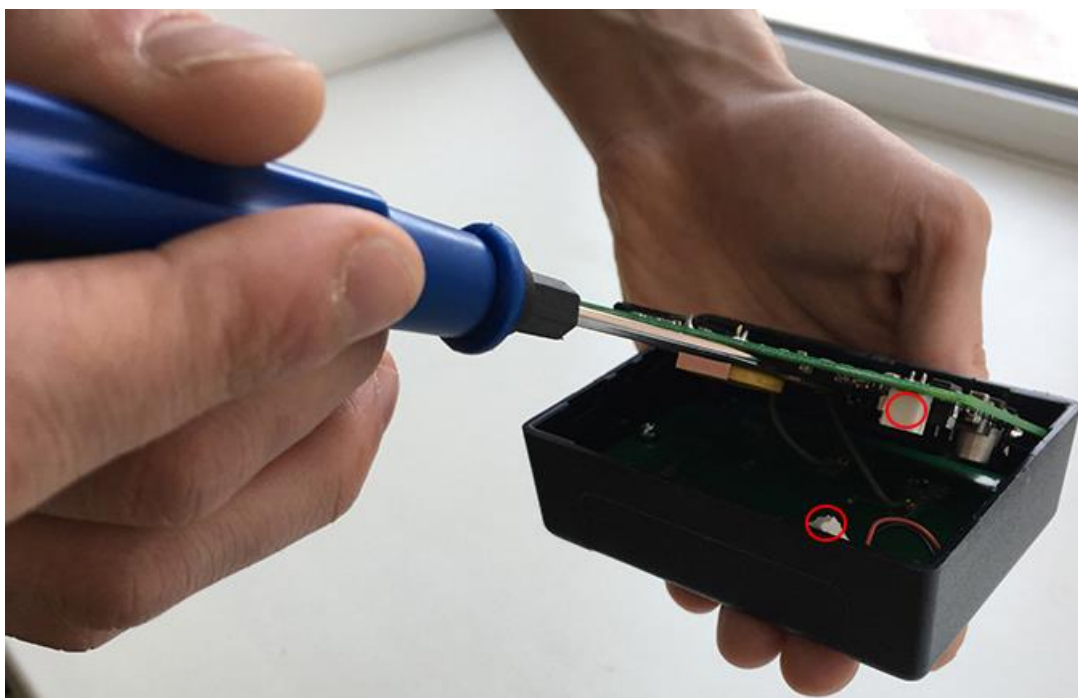

Рисунок 4.3. Подключение аккумуляторной батареи
6. Аккуратно приподнимите заднюю крышку платы со стороны корпуса противоположной разъемам и подключите аккумуляторную батарею к соответствующему двухконтактному разъему до защелкивания (рисунок 4.3). Затем аккуратно установите плату на исходное место.